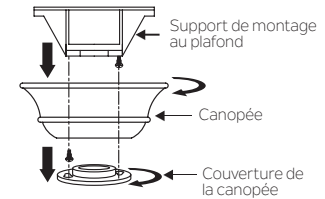

Fig. 5
**Étape 1.** Enlevez le couvercle inférieur du baldaquin décoratif du baldaquin en le tournant dans le sens antihoraire. (Fig. 5)
**Étape 2.** Retirez le support de fixation au plafond de l'auvent en retirant (et enregistrez) l'une des deux vis. Desserrez la vis restante d'un demi-tour. (Fig. 5)